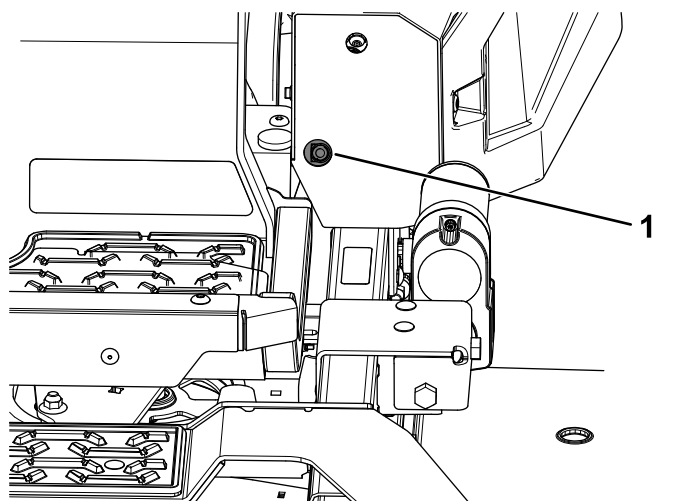
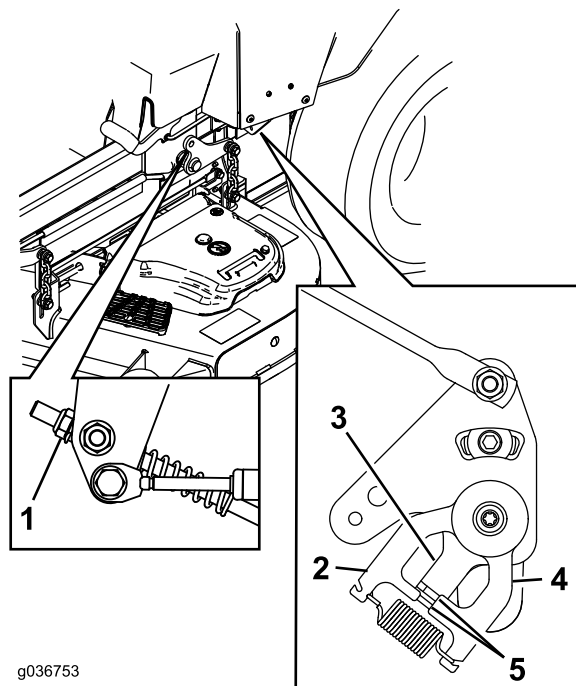

Figura 70
Figura 71
11. Ajuste la longitud de las varillas de control de las bombas girando la tuerca en el sentido apropiado, hasta que las ruedas se muevan ligeramente en marcha atrás (Figura 70 y Figura 71).